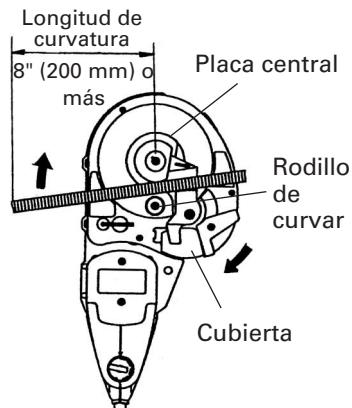
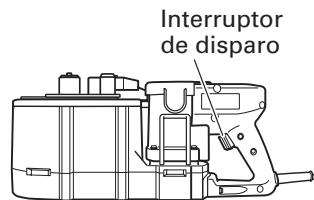

Fig. 14
Fig. 15
- (1) Coloque la unidad en su lugar con su mesa giratoria arriba, tal como se indica en la Fig. 14.
- (2) Asegúrese de que la cubierta esté cerrada.
- (4) Coloque la varilla sobre la placa central y ajústela correctamente, tal como se muestra en la Fig.14.
- (5) Tire del interruptor de disparo y curve la varilla.
- (6) Continúe tirando del interruptor de disparo hasta que el motor comience a girar en dirección opuesta y el rodillo de curvar inicie el retorno. (Una vez que el rodillo de curvar inicie el retorno, volverá a la posición inicial aunque usted suelte el interruptor de disparo). (Fig. 15)
- La longitud de curvatura mínima requerida es de 8" (200 mm). Si esta longitud de curvatura no es suficiente, la varilla podría desprenderse durante la operación de curvado, o partirse en fragmentos y esparcirse peligrosamente (Fig.14).